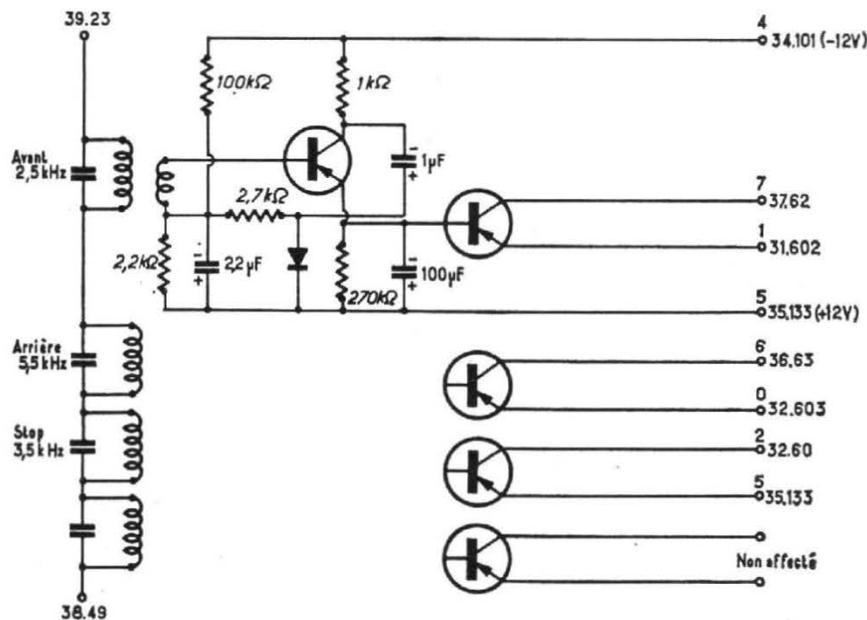

FIG. 9
4.5.2. Réalisation technique - schéma fig. 9 et 10.
La platine des amplificateurs BF de propulsion repère 3, fig. 2, schéma fig. 9 comporte les trois canaux de commande de la platine de propulsion repère 6, figure 2.